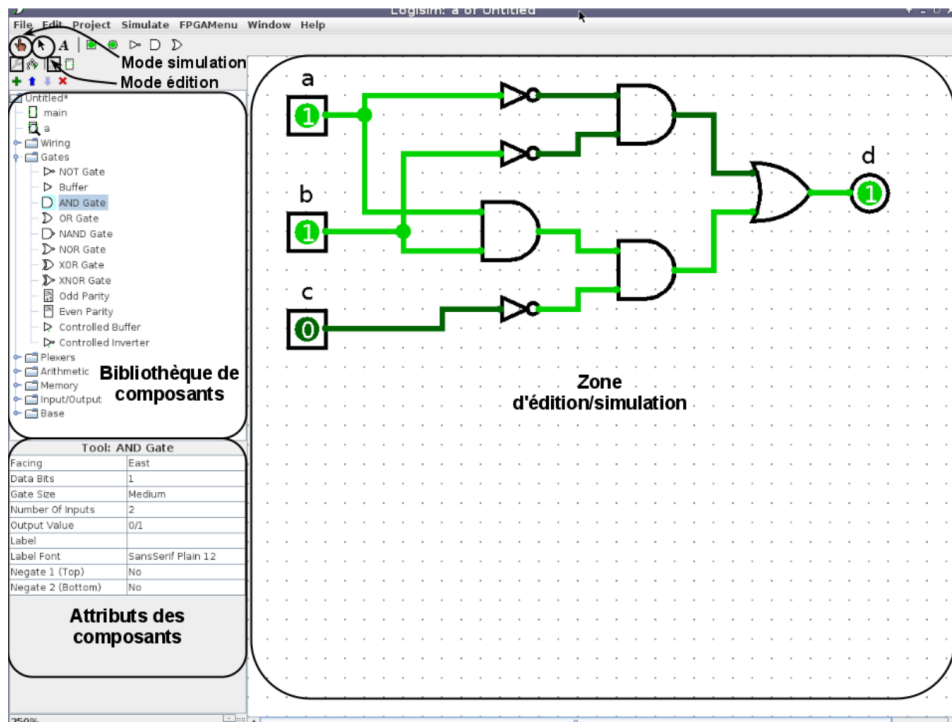

FIGURE 1 – Interface de Logisim
Il existe différentes façons de décrire formellement les systèmes numériques : des langages de description du matériel (HDL), des tables de vérité, des graphes d'états, ou des schémas. Logisim permet uniquement de travailler sur des schémas. Le premier chapitre expliquera comment réaliser un premier schéma. Vous pouvez voir l'interface de Logisim sur la Figure 1.
1. Pour utiliser le mode édition, il faut simplement sélectionner la flèche comme indiqué en haut de la Figure 1.
1. Pour utiliser le mode simulation, il faut sélectionner la main en haut à gauche de Logisim (cf Figure 1).